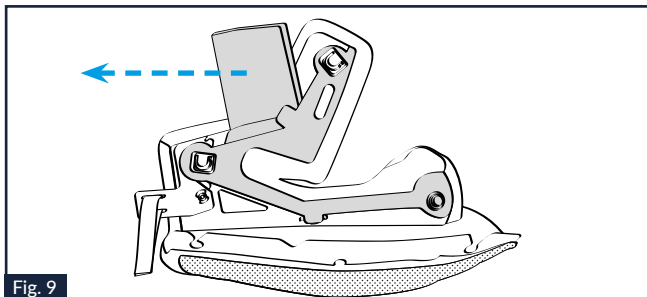

Fig. 9
6.3. Estrarre delicatamente dalla fodera di rivestimento in tessuto del guanciale la sua imbottitura interna in schiuma espansa (Fig.9).
11.1. Inserire delicatamente nella fodera di rivestimento in tessuto del guanciale sinistro la sua imbottitura interna in schiuma espansa (Fig.9). Stendere con cura l'imbottitura controllando che non si presentino grinze nel rivestimento in tessuto del guanciale.